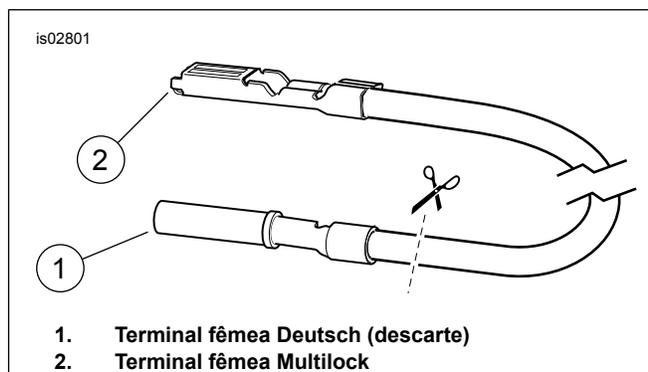

Figura 4. Corte do terminal Deutsch do fio adaptador
1. Corte e descarte o terminal no fio sinalizador rosa (PK) no **chicote de fios do mini-tacômetro**.
2. Obtenha um fio adaptador de sinal (13) e um conector de emenda selada (6) do kit. Veja Figura 4. Corte o terminal fêmea Deutsch do fio adaptador de sinal, próximo àquele terminal. Emende o fio adaptador de sinal ao fio do sinal do chicote de fios do mini-tacômetro conforme as instruções no apêndice do Manual de serviço.